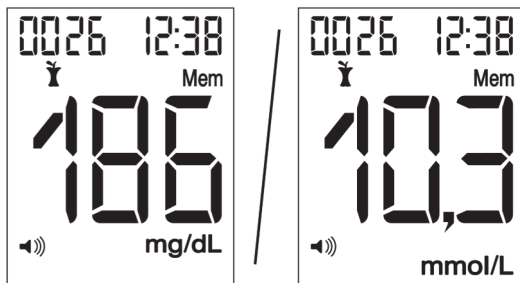
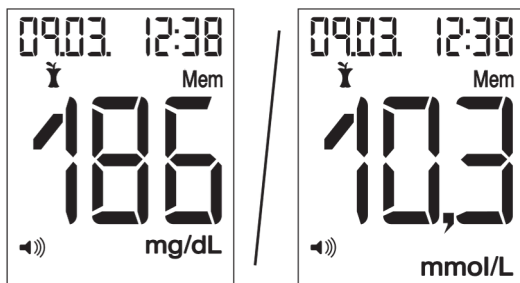

Bild 1
Bild 2
- 2 Der hinterlegte Messwert mit Messeinheit, Uhrzeit, „Mem“ und evtl. vorhandener Markierung wird zusammen mit der Speicherplatznummer kurz angezeigt (Bild 1). Danach wird die Anzeige der Speicherplatznummer durch das Datum ersetzt (Bild 2).